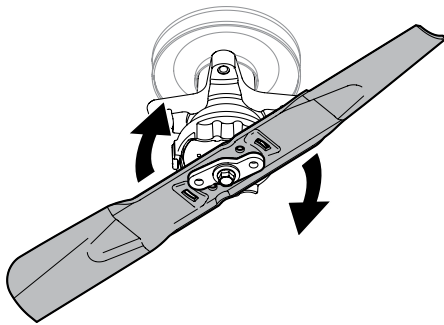

Figura 4-11
10. Gire la cuchilla en el sentido de las agujas del reloj para alinearla con el adaptador de la cuchilla. Ver Figura 4-11.